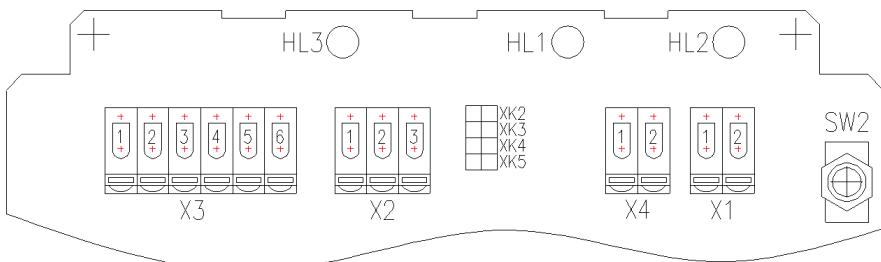

Рисунок 9.1 – Коммутационные поля датчика
Режим № 1: дежурный режим работы, обеспечивающий охрану периметра с использованием установленного на заводе-изготовителе порогового значения чувствительности. Выбор данного режима осуществляется установкой до включения питания датчика джампера в коммутационное поле XK5 (см. Рис. 9.1). Джамперы в коммутационных полях XK2, XK4 должны отсутствовать;
Режим № 2: режим настройки чувствительности. В данном режиме осуществляется настройка пороговой чувствительности путём пробного воздействия на фланги С3 или автоматическая настройка под фоновые воздействия факторов окружающей среды. Параметры воздействия сохраняются в энергонезависимой памяти датчика. Переход в режим настройки осуществляется установкой до включения питания джамперов в коммутационные поля XK4, XK5. Джампер в коммутационном поле XK2 должен отсутствовать (см. Рисунок 9.1);
- 4) установите джамперы в коммутационные поля XK4, XK5 (см. Рис. 9.1);